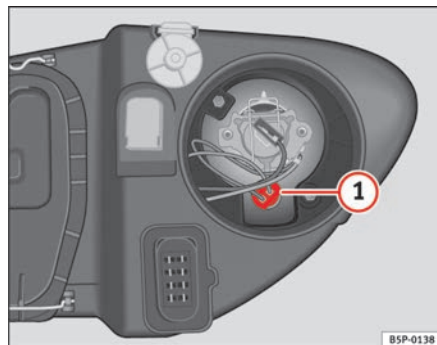

Fig. 189 Luz de población
- Extraiga el portalámparas ⇒ fig. 189 ① hacia fuera.